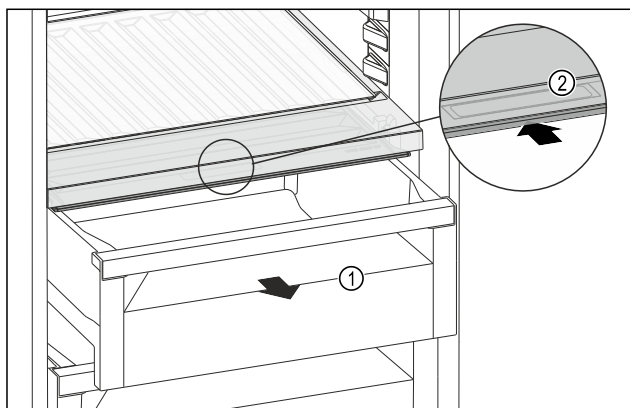

Fig. 198
- Извлеките выдвижной ящик Fig. 198 (1).
- Возьмитесь за утопленную ручку Fig. 198 (2) на крышке отделения и одновременно введите крышку отделения назад.